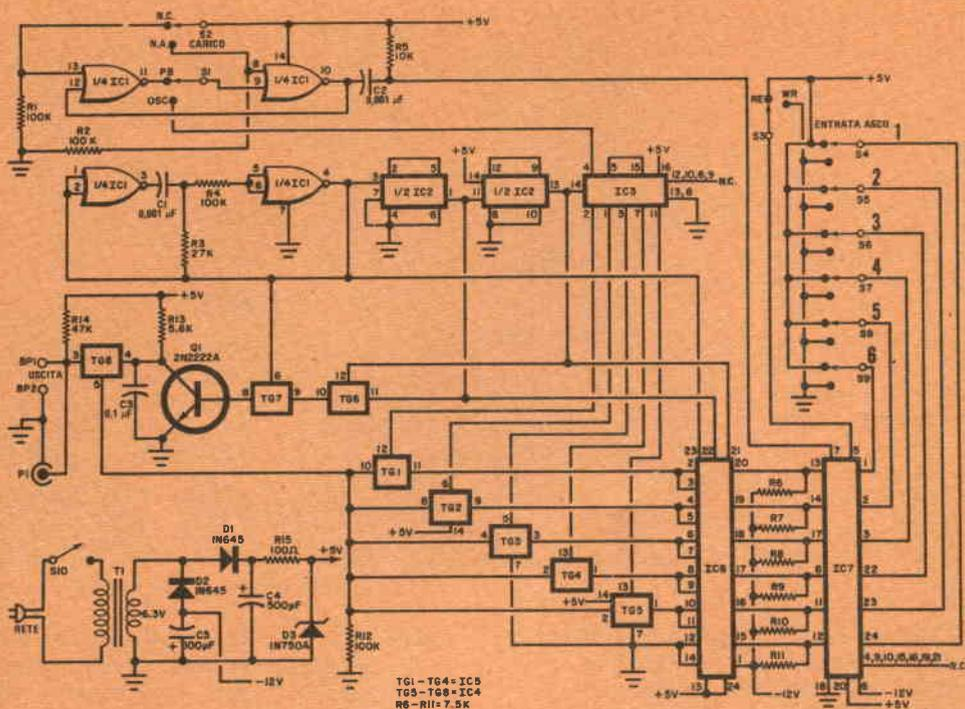

Fig. 4 - Schema completo dello Scopewriter, compreso il circuito di alimentazione.
**Come funziona** - Lo schema completo dello Scopewriter è riportato nella fig. 4. Due porte NOR (formate da parti di IC1) in unione con C1, R3 e R4 formano l'oscillatore a 25 kHz, la cui uscita pilota due flip-flop (IC2) per produrre un conteggio binario a tre bit. Quest'ultimo viene collegato al generatore di caratteri (IC6 - piedini 21, 22